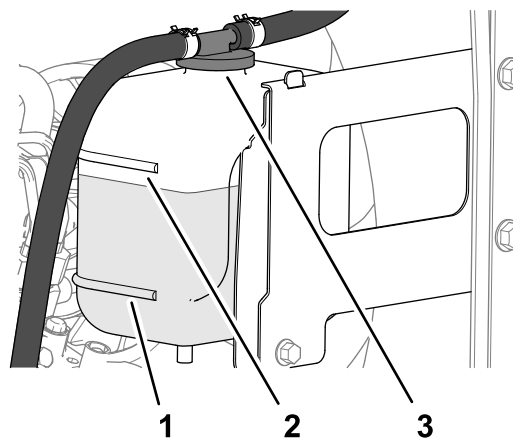

Рисунок 109
3. Проверьте уровень охлаждающей жидкости в расширительном бачке (Рисунок 109).